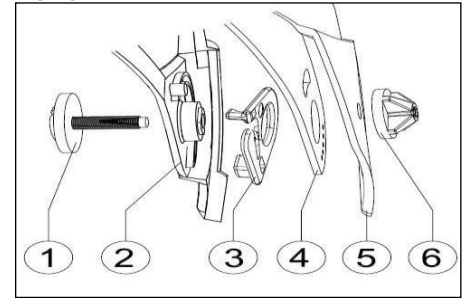

Fig. 1
- Dévissez les vis (Fig. 1, point 1 et 6) sur les côtés.
- Otez la coque avant (Fig. 1, point 5) en prenant soin de retirer la partie centrale de son support.
- Otez la visière (Fig. 1, point 4)
- Otez les stopper On/Off (Fig. 1, point 3)
- Otez la partie latérale du casque (Fig. 1, point 2).
- Placez le support du dispositif de maintien dans le logement de la coiffe (Fig. 1 point 1)
- Introduisez-le stopper On/Off (Fig. 1 point 3)
- Introduisez la visière (Fig. 1 point 4)
- Mettez la coque avant en place (Fig. 1 point 5)
- Serrez légèrement la vis (Fig. 1 point 1 et 6)